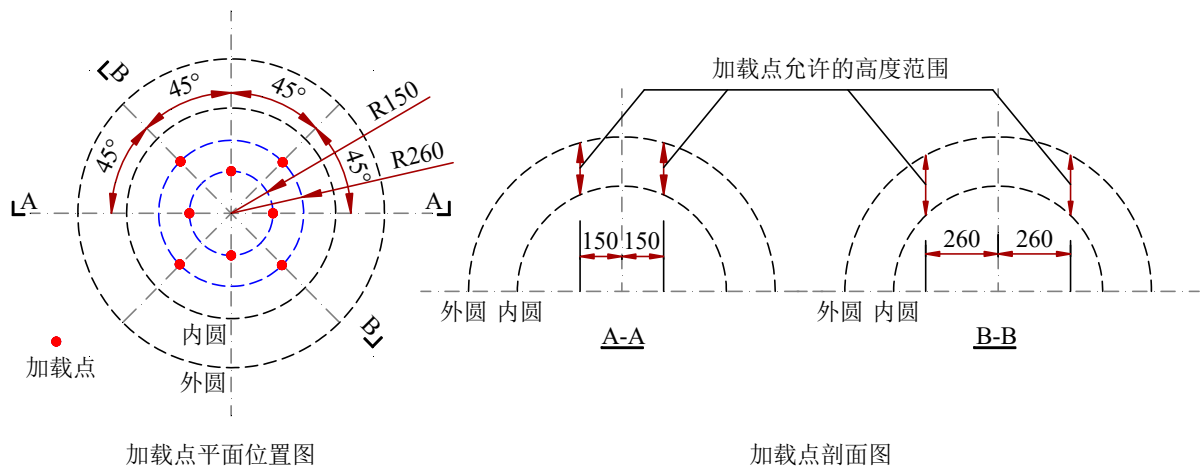

图3 加载点位置示意图
竞赛模型加载点见图 3，在半径为 150mm 和半径 260mm 的两个圆上共设置 8 个加载点，加载点允许高度范围见加载点剖面图，可在此范围内布置加载点。比赛时将施加三级荷载，第一级荷载在所有 8 个点上施加竖直荷载；第二级荷载在  $R=150\text{mm}$ (以下简称内圈)及  $R=260\text{mm}$ (以下简称外圈)这两圈加载点中各抽签选出 2 个加载点施加竖直荷载；第三级荷载在内圈加载点中抽签选出 1 个加载点施加水平荷载。具体加载方式详见 4.8。
(1)第一级加载：在图 3 中的 8 个加载点，每个点施加 5kg 的竖向荷载；并对竖向位移进行检测。在持荷第 10 秒钟时读取位移计的示数。稳定位移不超过允许的位移限值 $[w]=12\text{mm}$ (注：本赛题规则中所有的位移均是指位移绝对值，若在加载时，位移往上超过 12mm 也算失效)，则认为该级加载成功。否则，该级加载失效，不得进行后续加载。